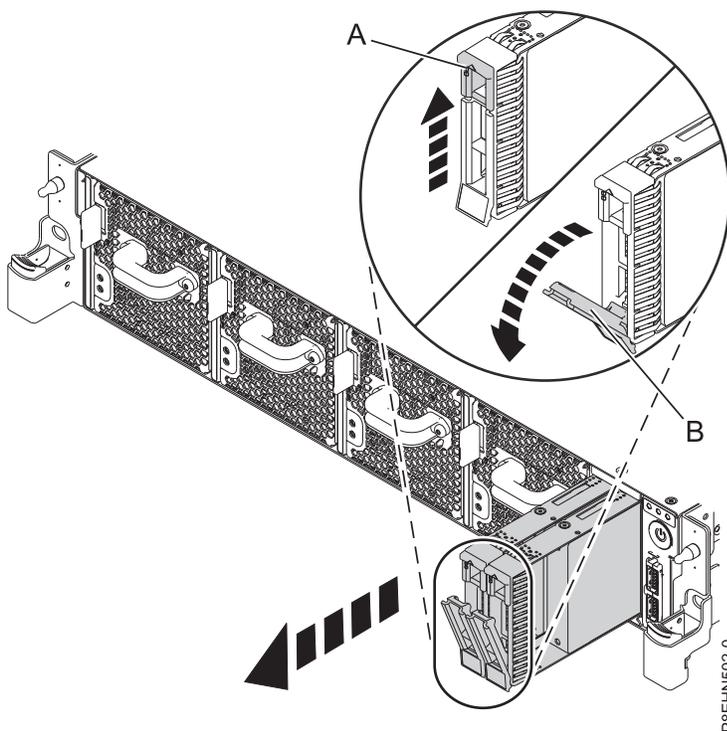

Figura 1. Detalle de bloqueo de la unidad de disco
3. Desbloquee el asa de la bahía de unidad (B) empujando hacia arriba el pestillo del asa (A). El asa (B) se desenchaja saliendo hacia usted. Si el asa no sale del todo, la unidad no se desliza fuera del sistema. Consulte la Figura 1.